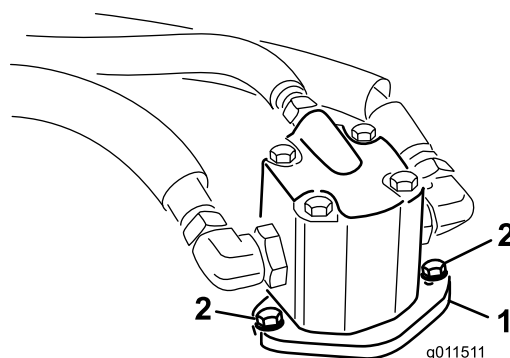

Figura 114
4. Togliete i bulloni che fissano il motore idraulico all'apparato di taglio (Figura 114).